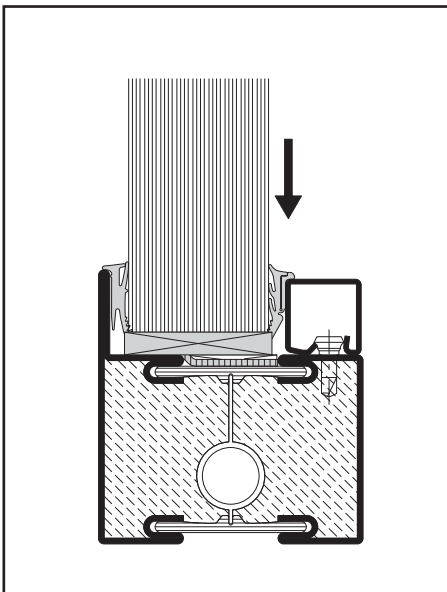

Abb. 19 / Fig. 19 / Fig. 19
- Keildichtung glasleistenseitig eindrücken. Im Eckbereich beginnen und anschliessend in Richtung Mitte eindrücken (Abb. 19).
- Enfoncer les joints coté parclose en commençant dans les angles et en les enfonçant vers le milieu (fig. 19).
- Press in the wedge weatherstrip on the glazing bead side. Commence in the corner and then press in towards the centre (fig. 19).